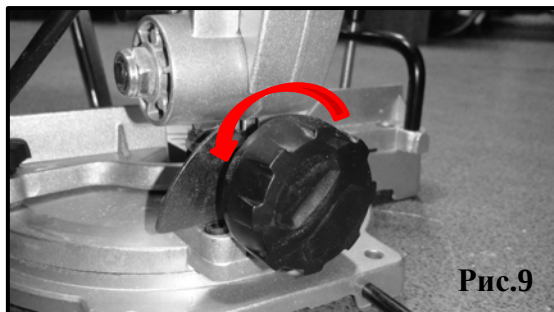

Рис.9
Настройка угла наклона (рис. 9,9а).
1. Ослабьте ручку фиксации угла наклона против часовой стрелки (рис.9).
2. Наклоните режущую головку влево на необходимый угол наклона ориентируясь на шкалу от 0-45 градусов (рис.9а).
3. Зафиксируйте ручку фиксации угла наклона по часовой стрелки (рис.9).
Рис.9а